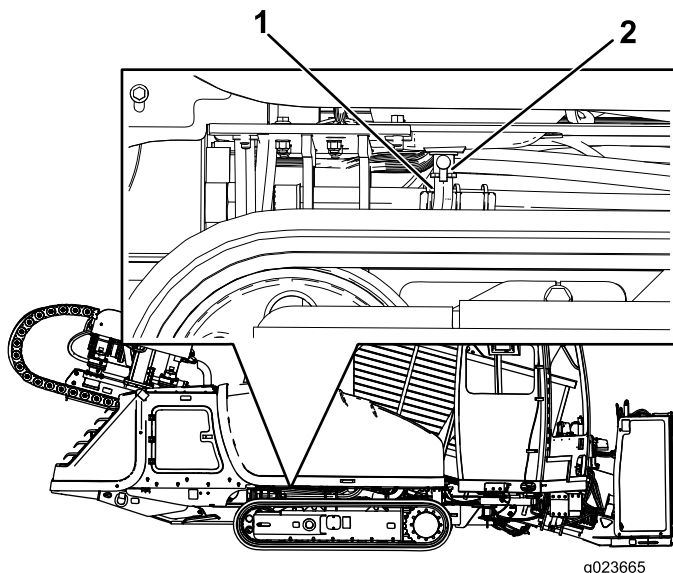

Figura 91
2. Tire hacia arriba con cuidado de la manguera de drenaje (Figura 91) y coloque el extremo de la manguera en un recipiente de drenaje.
3. Abra la válvula de drenaje (Figura 91).
5. Cuando el aceite deje de fluir, cierre la válvula de drenaje (Figura 91).
6. Coloque la manguera de drenaje en su posición inicial (Figura 91).